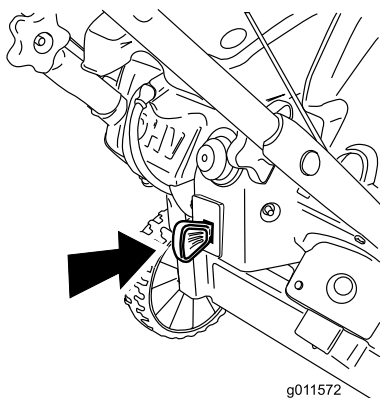

Bild 15
- Drücken Sie den Zündschlüssel nach unten in die Ein-Stellung (Bild 15).